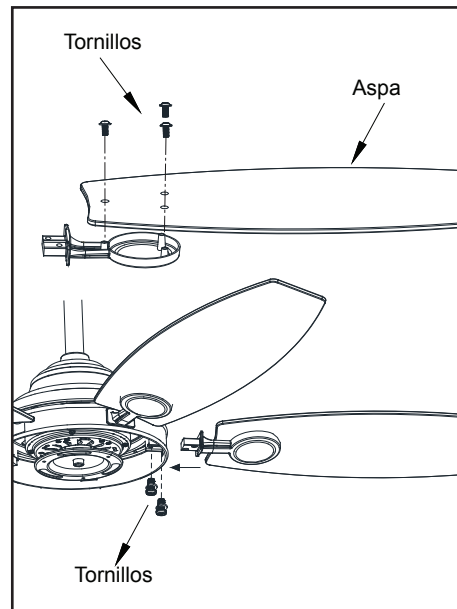

Figura 11
1. Fija el asa a su soporte con los tornillos incluidos y apriétalos firmemente (Figura 11).
2. Fija el conjunto del asa a la carcasa del motor del ventilador insertando el asa dentro de las ranuras laterales de la carcasa usando los tornillos incluidos y apriétalos firmemente. (Figura 11)